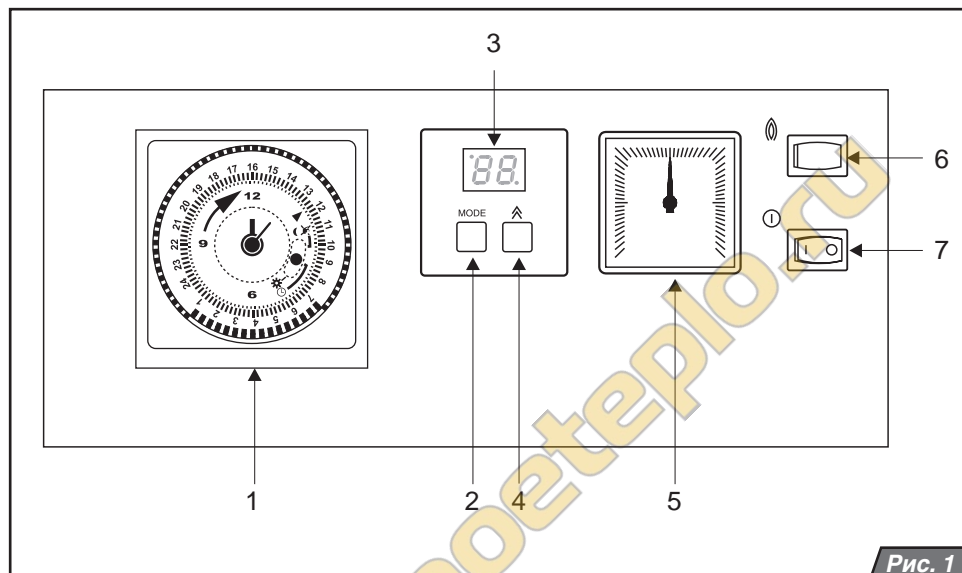

Рис. 1
Главный выключатель (рис.1, поз.7) предназначен для включения и выключения котла. Он располагается в правой части панели управления.
Описание элементов управления (рис. 1):
Давление в системе отопления постоянно отображается на манометре котла (рис.1, поз.5).
4. давление в системе отопления находится в допустимых пределах 1 – 2 бара. Установите главный выключатель (рис. 1, поз. 7) в положение ВКЛЮЧЕНО (I). Котел включится и начнет работать в режиме нагрева воды в бойлере (если бойлер подключен к котлу). После нагрева воды в бойлере котел переключится на режим отопления (при условии, что режим отопления активен). В случае защитного
отключения котла на дисплее панели управления появится сообщение о неисправности (см. „Сообщения об ошибках“, стр.8). С помощью кнопки RESET (рис. 1, поз. 6) разблокируйте котел. Если, после включения, защитное отключение повторится, или невозможно будет произвести разблокировку котла, обратитесь в сервисную организацию.
При кратковременном отключении котла установите главный выключатель (рис. 1, поз. 7) в положение ВЫКЛЮЧЕНО (O). При выключении котла на длительный период необходимо отключить его от электрической сети и перекрыть подачу газа в котел. Если в зимний период котел не используется, то систему отопления необходимо опорожнить. Однако необходимо избежать частых сливов и подпиток системы отопления во избежание образования накипи и отложений внутри котла.